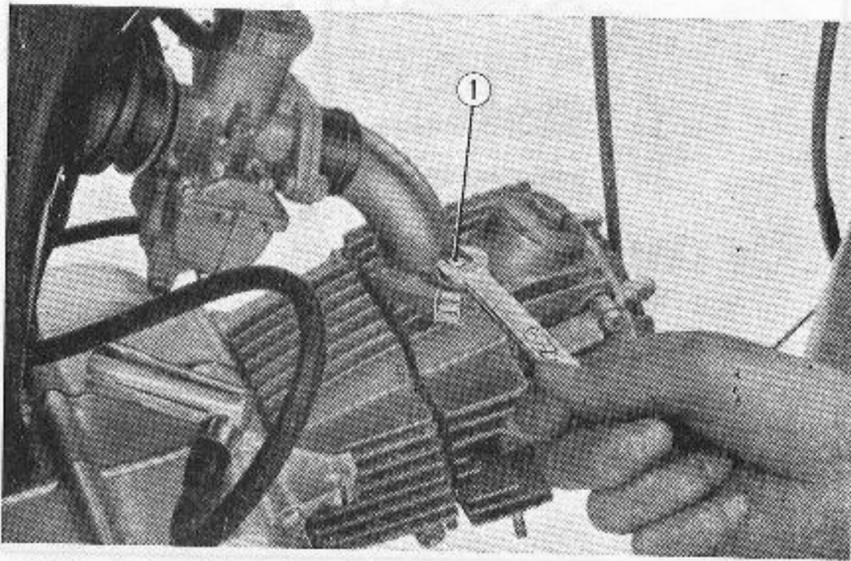

Abb. 3.6 Einlaßrohr abbauen
(3) Beide 6×32 mm Sechskantbolzen lösen und das Einlaßrohr vom Zylinderkopf abbauen. (Abb. 3.6)